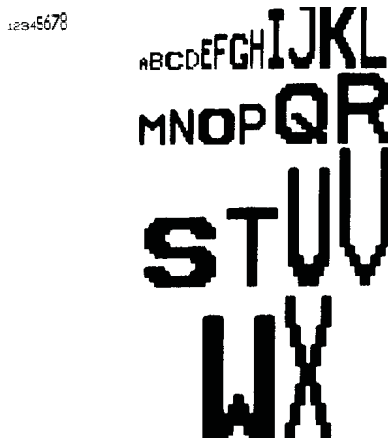

Abbildung 4.4 Verfügbare Schriftarten
1. Geben Sie vor Eingabe des Textes, wie in Abbildung 4.4 dargestellt, die Identifikationsnummer für die Schriftart (**A** bis **X** und **1** bis **8**) für die Schriftgröße ein, da ansonsten der Text in der Standardgröße **D** gedruckt wird.